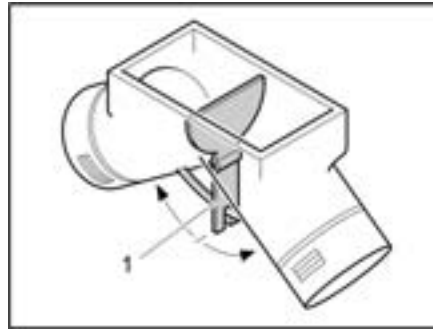

Bild 113 Umluftgebläse, Einstellklappe in Mittelstellung
In Mittelstellung verteilt sich die Warmluft gleichmäßig auf die beiden Warmluftausgänge. Der Bedienhebel (Bild 113,1) für die Einstellklappe ist unter der Bodenklappe im Kleiderschrank eingebaut.
- Bedienhebel (Bild 113,1) in Pfeilrichtung schieben, bis gewünschte Position erreicht ist.